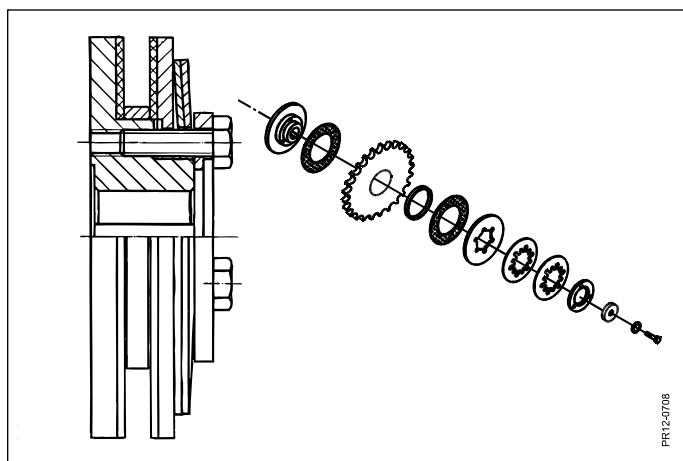

Fig. 3-10
- Fig. 3-10** Inmatningsskruv och reversering är försedda med glidkopplingar. Har dessa kopplingar varit i funktion ofta försvagas fjäderkraften i brickorna och effektöverföringen minskas. Det kan då bli nödvändigt att byta ut brickfjädrarna. Byt ut till samma antal och styrka. Kopplingens moment är beroende av brickornas tjocklek och antal. Kopplingarna är monterade med fast moment från fabrik